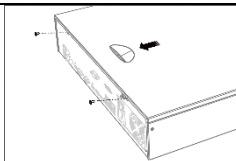

Figure 2-4 Retire a Tapa
Step 1 Desaperte os parafusos na parte traseira e empurre a tampa para trás para a retirar. Consulte Figure 2-4.